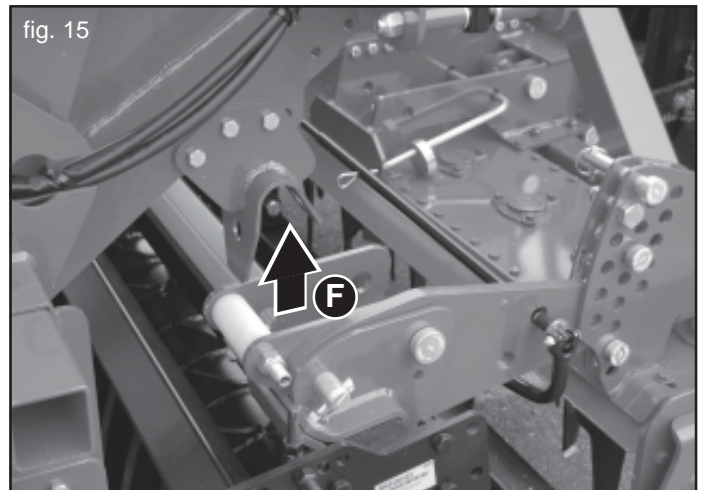
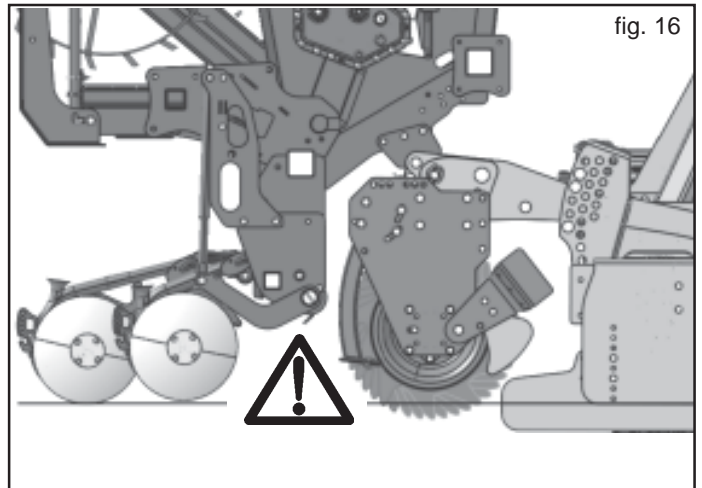

fig. 15
fig. 16
- 3) Avvicinarsi con il trattore alla seminatrice, agendo sul sollevatore, agganciare l'attrezzatura nei punti predisposti (F, Fig. 15). **Verificare che non ci siano o si possono verificare interferenze tra organi meccanici delle due macchine. In modo particolare controllare la zona tra il rullo posteriore ed i bracci degli assolcatori (Fig. 16).**